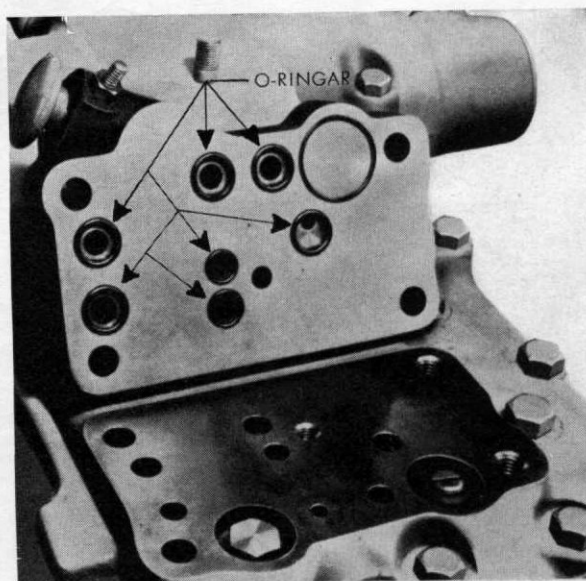

Fig. 15. Väljarventilplattan.
3. Montera en sats nya O-ringar i de olika spåren runt oljepassagerna på lockets undersida. OBS! Det finnes tre storlekar av O-ringar och rätt storlek måste monteras på varje ställe. (Se fig. 15.)